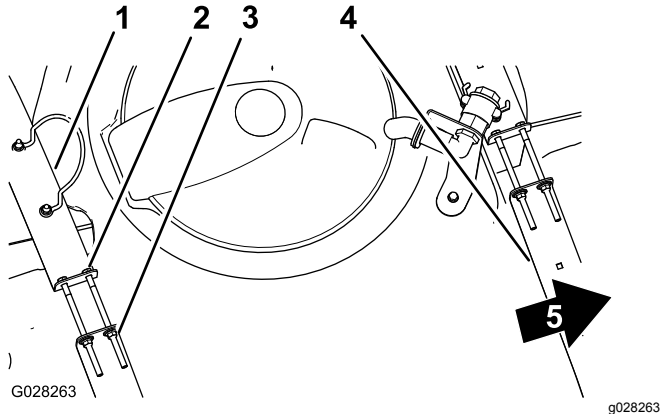

Figura 85
2. Compruebe si hay holgura entre los flejes y el depósito (Figura 85).
3. Si los flejes tienen holgura, apriete las contratuercas con arandela prensada y los pernos del extremo superior de los flejes hasta que los flejes queden apretados contra la superficie del depósito (Figura 85).